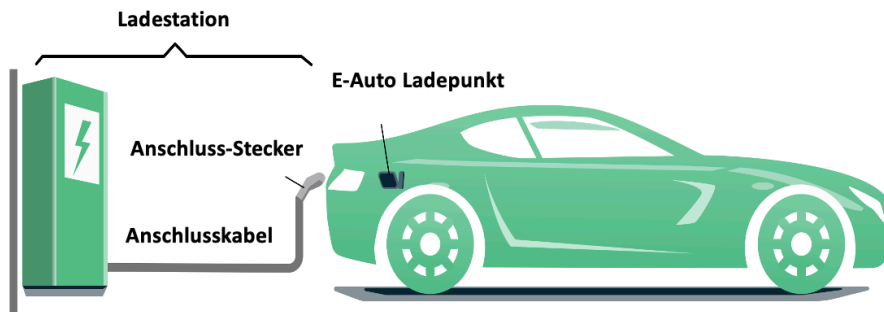

Abbildung 1 - Schematische Zeichnung der CASE C Verbindung
- Der **IEC 61851-1:2019** folgend, ermöglicht der DaheimLader Smart 11kW / 22kW Ladestation eine Ladeverbindung gemäß Case-B (flexibel an Ladestation ansteckbares Kabel) oder Case-C (fest mit Ladestation verbundenes Ladekabel) - (siehe Abbildung 1).